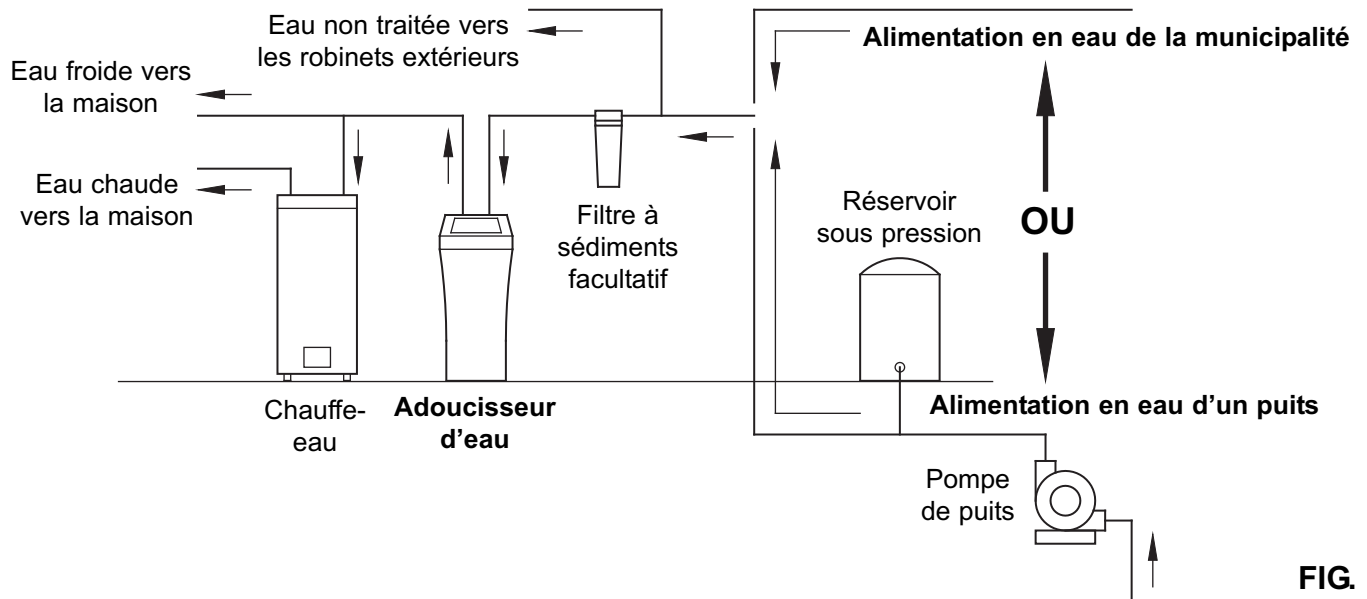

FIG. 6
- Installez toujours l'adoucisseur entre l'arrivée en eau et le chauffe-eau. Tout autre équipement de traitement en eau doit être installé entre l'arrivée en eau et l'adoucisseur d'eau (voir la figure 6).